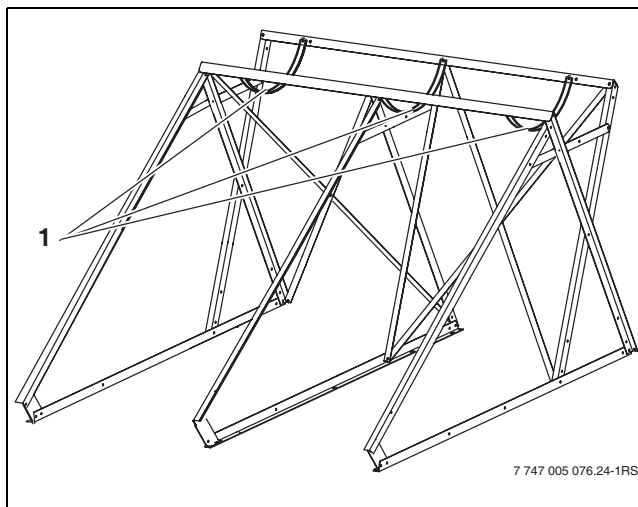

Bild 23 Speicherbänder befestigen
- ▶ Speicherbänder (Bild 23, [1]) zwischen den beiden Aufgewinkel-Speicher befestigen. Darauf achten, dass der abgeflachte Schraubenkopf in Richtung des später zu montierenden Warmwasserspeichers zeigt.